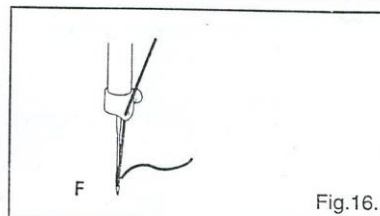

Fig.16.
2. Протяните нить сквозь игольное ушко по направлению от передней стороны машины к задней, как это показано на (Рис. 16).